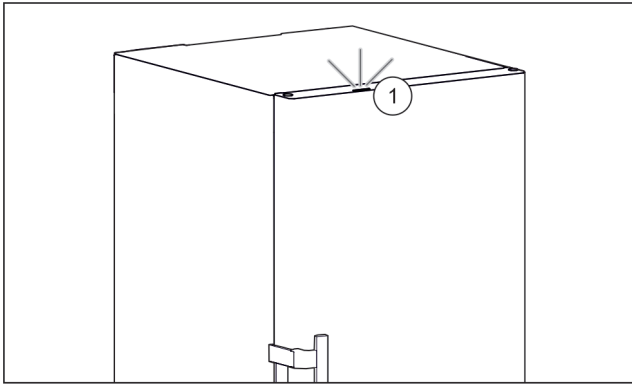

Fig. 56 Активне підсвічування стану, коли дверцята зачинено
- ▷ Підсвічування стану Fig. 56 (1) активовано.